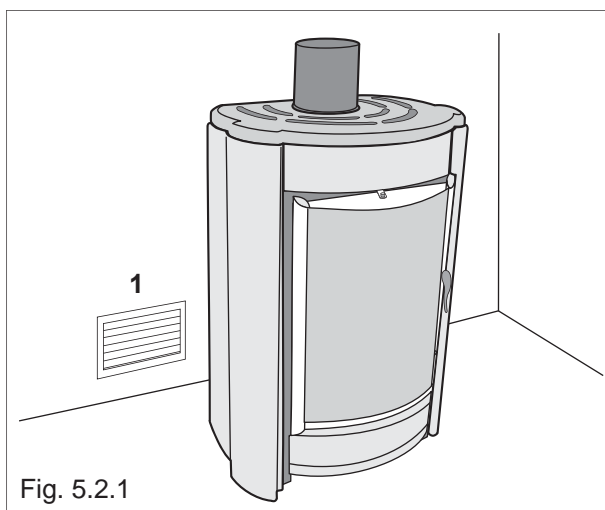

Fig. 5.2.1
- La **PRISE D'AIR EXTÉRIEURE** est indispensable pour assurer un afflux adéquat à l'**AIR de COMBUSTION** (Fig. Fig.5.2.1), surtout s'il y a des fenêtres à double vitrage et des joints. Faire un trou donc d'au moins 10 cm de diamètre dans le mur extérieur (1= Prise d'air extérieure). Ce trou devra si possible être fait sous le niveau du plan feu, derrière ou à côté de l'appareil et devra être doté d'une grille anti-insectes et d'un volet de fermeture (Fig.5.2.1).
- La **TOMA DE AIRE EXTERIOR** es indispensable para asegurar el adecuado caudal de **AIRE de COMBUSTIÓN** (Fig. 5.2.1), en especial si hay cierres con doble acristalamiento y cierres herméticos. Por tanto, hace falta realizar un orificio de al menos 10 cm de diámetro en una pared al exterior (1= Toma de aire exterior). El orificio tendrá que hacerse a ser posible bajo el nivel del plano de fuego, detrás o al lado del equipo y deberá estar dotado tanto de rejilla antinsectos como de cierre (Fig.5.2.1).